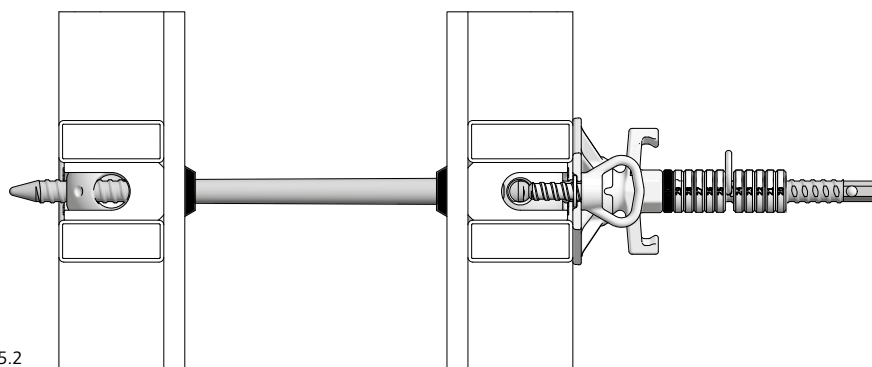

Fig. 15.2
- Ancrage unilatéral (sans entretoise) avec tige conique XT 20 (Fig. 15.2)